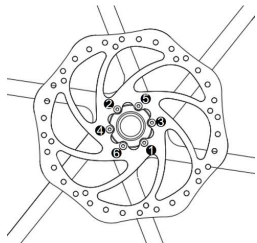

Abbildung 2-1 Anziehreihenfolge der Bremsscheibenbefestigungsschrauben
- ① Montieren Sie die Bremsscheibe auf der Nabe. Achten Sie darauf, dass die Markierungen auf der Bremsscheibe nach außen zeigen (die Drehrichtung des Rades muss mit der Pfeilrichtung auf der Bremsscheibe übereinstimmen). Ziehen Sie dann die Befestigungsschrauben der Bremsscheibe gleichmäßig handfest an. Um die Ebenheit der Bremsscheibe zu gewährleisten, müssen die Schrauben abwechselnd in gegenüberliegenden Positionen angezogen werden.
- ② Tragen Sie Schutzhandschuhe und üben Sie beim Anziehen der Schrauben im Uhrzeigersinn einen gleichmäßigen Druck auf die Bremsscheibe aus. Ziehen Sie die Schrauben über Kreuz fest (siehe Abbildung. 2-1 und 2-2).
- ③ Anzugsdrehmoment der Bremsscheiben-Befestigungsschrauben: 60 kgf·cm (55 lbf·in)